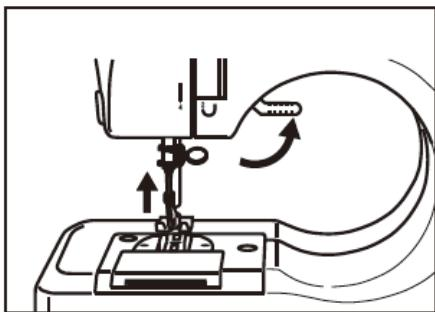

Fig.11
2. Breng de naivoethendel omhoog en plaats de stof die u wilt naaien onder de naivoet. (Fig. 11).